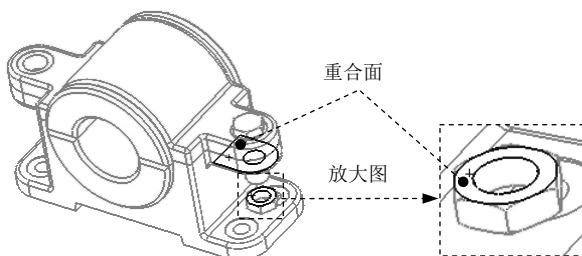

图 7.11.21 选取重合面
③ 添加“重合”配合。选取如图 7.11.21 所示的两个面为重合面。
④ 单击“配合”对话框的 **✓** 按钮，完成零件的定位。